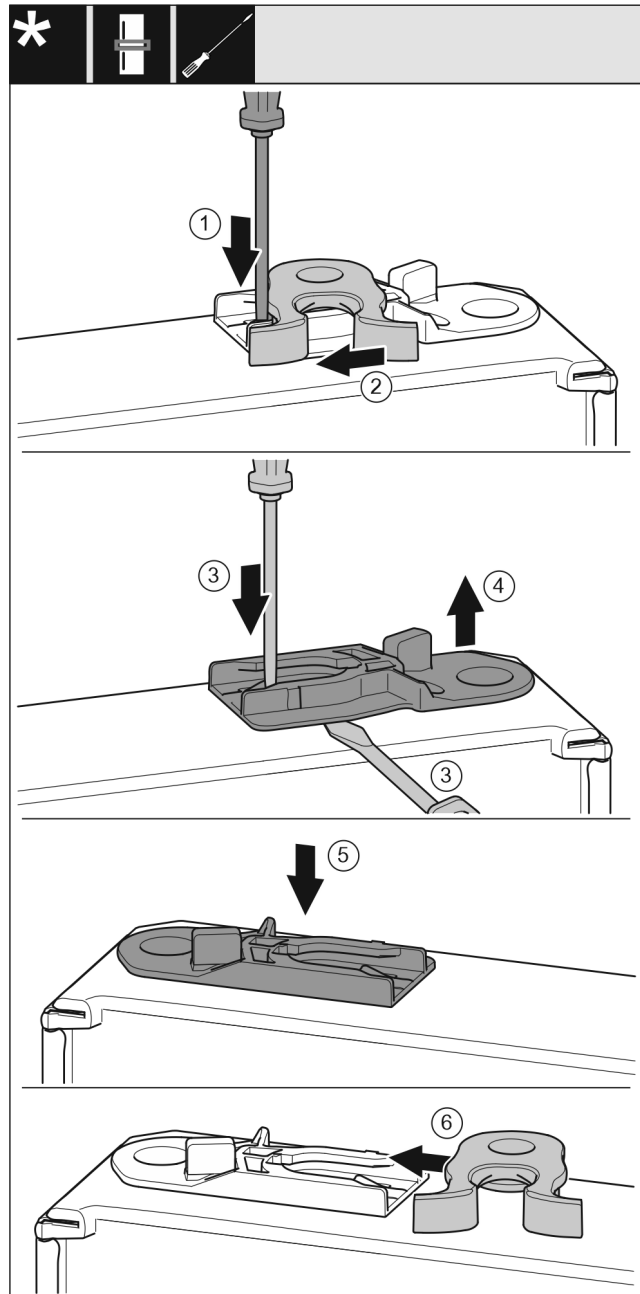

Fig. 20
- ▶ Tryk lasken Fig. 20 (1) nedad med en kærnskruetrækker.
- ▶ Træk låsekrogen Fig. 20 (2) ud af føringen.
- ▶ Træk styrebøsningen Fig. 20 (3, 4) ud: Tryk på lasken med en kærnskruetrækker, og flyt den samtidig ind under styrebøsningen med kærnskruetrækkeren.
- ▶ Skub den medfølgende styrebøsning Fig. 20 (5) ind på den anden side af huset.
- ▶ Skub låsekrogen Fig. 20 (6) i føringen.